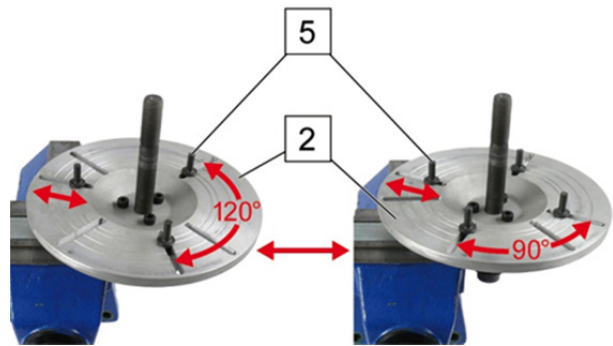

Fig. 3 : Monter les goujons de fixation.
3. Équiper la plaque de fixation (1) et serrer à fond les écrous à oreilles (5) (cf. fig. 3).
4. Tenir la plaque de fixation (1) et serrer à fond l'écrou-raccord (11).